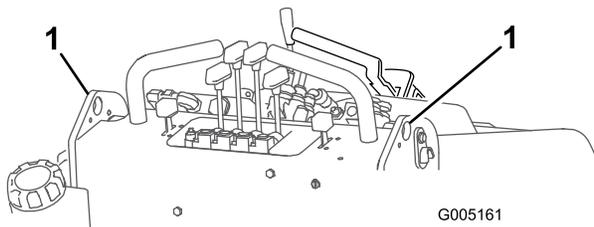

Figura 11
2. Levante la unidad de tracción del suelo usando los dos puntos de elevación (Figura 11) y llévala a un remolque.